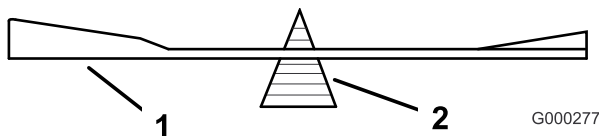
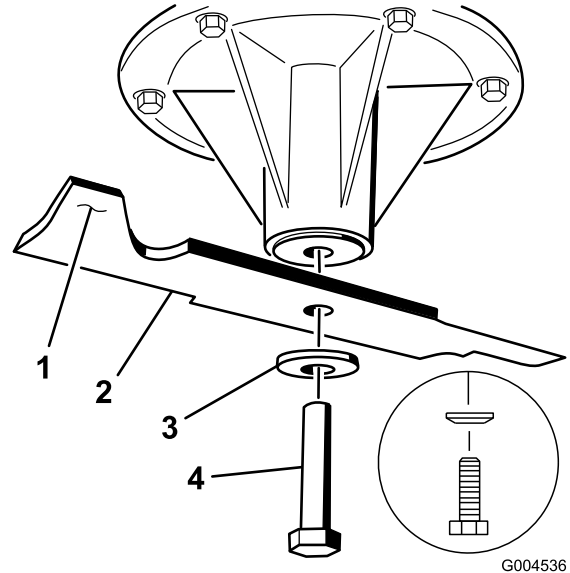

Figure 87
Figure 88
2. Enlevez de l'axe, le boulon, la rondelle bombée et la lame (Figure 88).
2. Vérifiez l'équilibre de la lame en la plaçant sur un équilibreur (Figure 87). Si la lame reste horizontale, elle est équilibrée et peut être utilisée. Si la lame est déséquilibrée, limez un peu l'extrémité de la partie relevée seulement (Figure 88). Répétez la procédure jusqu'à ce que la lame soit équilibrée.
1. Placez la lame sur l'axe (Figure 88).
2. Montez la rondelle bombée et le boulon de la lame. Le cône de la rondelle bombée doit être dirigé vers la tête du boulon (Figure 88). Serrez les boulons des lames à un couple de 115 à 150 Nm.